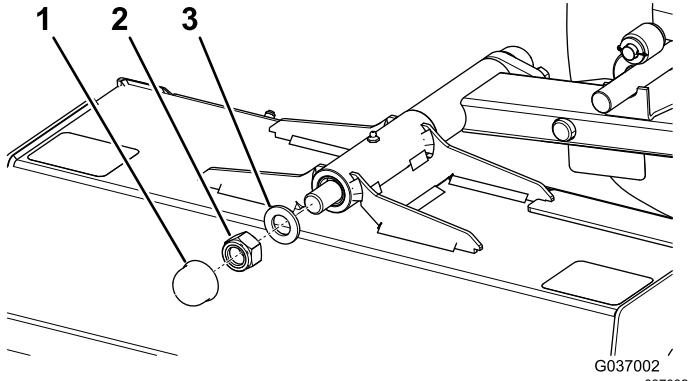

图 12
4. 拧下螺母帽从枢轴轴上卸下螺母 M24 和垫圈 图 12。
5. 安装垫圈和锁紧螺母 M24 拧紧锁紧螺母 图 12。